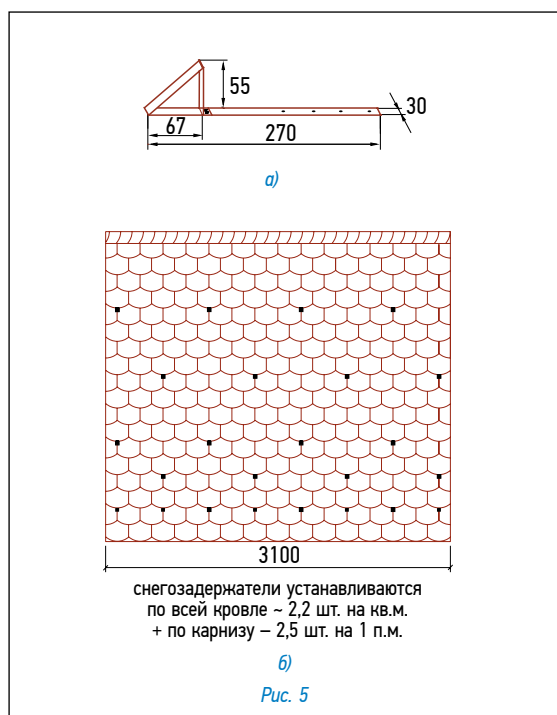

Рис. 5
Установка снегозадержателя (рис. 5)
Крепеж снегозадержателя осуществляется саморезами через специально отведенные отверстия (рис. 5а).
Количество снегозадержателей на крыше зависит от климатических условий данной местности, от размеров и уклона кровли. На рис. 5б предлагается возможная схема установки снегозадержателей.
Крепеж снегозадержателя осуществляется саморезами через специально отведенные отверстия (рис. 5а). Количество снегозадержателей на крыше зависит от климатических условий данной местности, от размеров и уклона кровли. На рис. 5б предлагается возможная схема установки снегозадержателей.
Установка аэратора (рис. 5)
• В сплошном основании кровли прорезается отверстие 11×23 см, расположенное согласно рис. 5а;
корпус аэратора устанавливается поверх отверстия и фиксируется гвоздями из нержавеющей стали; по верхней и боковым сторонам подошвы корпуса также наносится битумная мастика (рис. 5б);
• далее укладывается очередной ряд черепицы; подошва аэратора при этом закрывается листом с заранее прорезанным в нем отверстием (рис. 5в);
• на корпус аэратора устанавливается крышка, которая фиксируется нажатием (до щелчка) (рис. 5г).